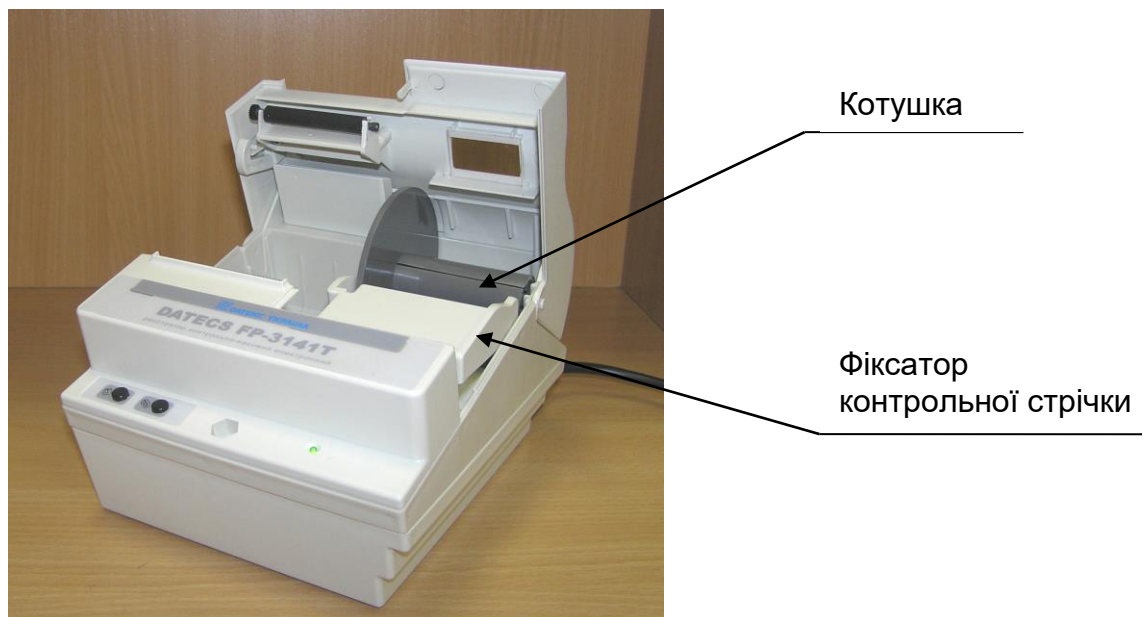

Рисунок 5 – Реєстратор з відкритою кришкою відкидною
- вийміть катушку (рисунок 5) для намотки контрольної стрічки;